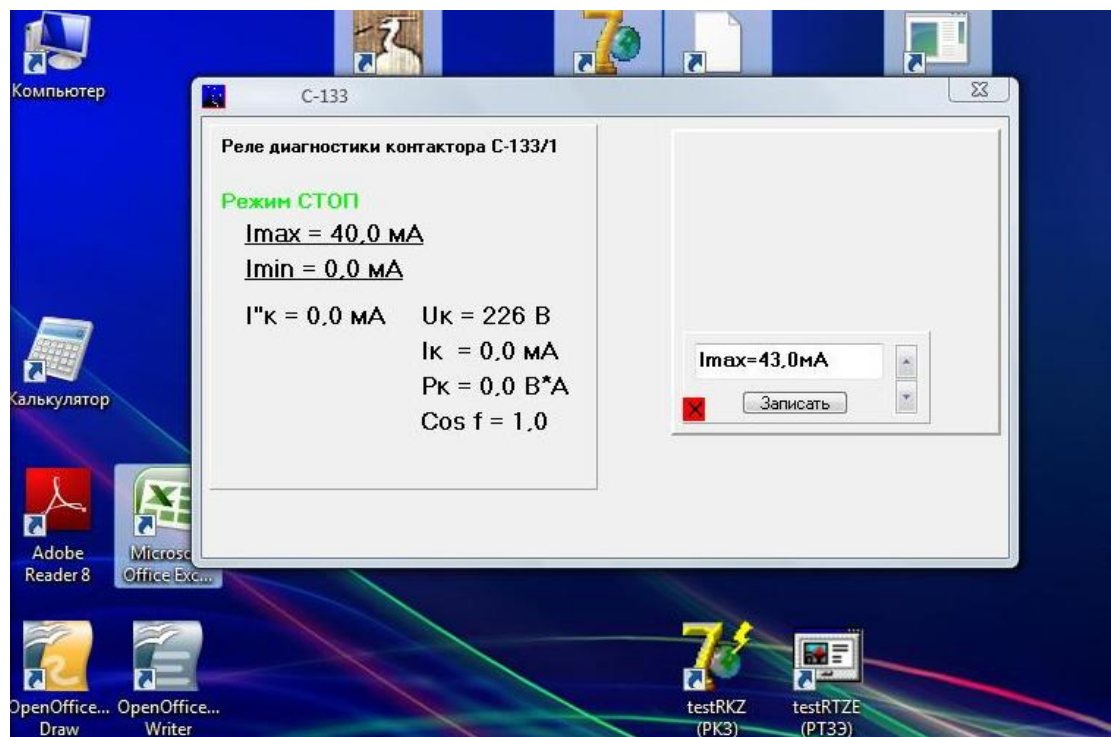

Рисунок 5 – окно корректировки уставок СМАРТРЕЛЕ C-133
8.4.4 Установить значения уставки **I_{max}** на 5-10% больше зафиксированного значения тока **I^к**, для чего нажать на уставку **I_{max}**. В открывшемся дополнительном окне (рис.5) установить необходимое значение **I_{max}** и закончить операцию нажатием кнопки "Записать".
8.4.5 Установить значения уставки **I_{min}** на 5-10% меньше зафиксированного значения тока **I^к**, для чего нажать на уставку **I_{min}**. В открывшемся дополнительном окне (рис.5) установить необходимое значение **I_{min}** и закончить операцию нажатием кнопки "Записать".